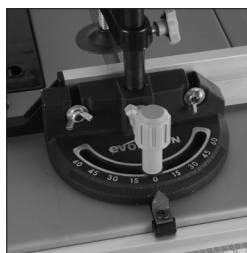

Abb. 31
Hinweis: Die Gehrungslehre (K) (Abb. 31) kann an beiden Seiten des Tisches verwendet werden und läuft in einer der beiden umgedrehten T-Nuten der Tischoberseite.